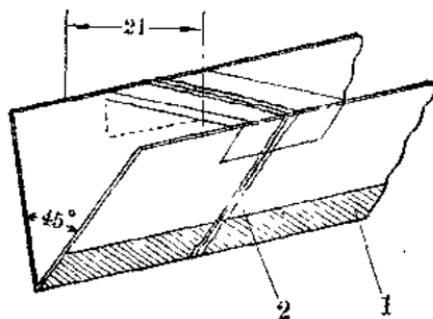

图 4
4. 反光镜: i. 将两片毛玻璃[光滑的镜面向里,毛糙(或粘纸)的一面向外]搭成  $45^\circ$  角(图 4), 用 20 毫米宽的黑色电